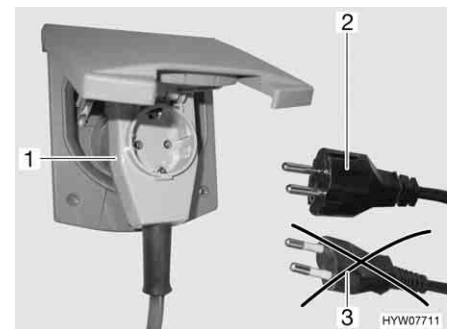

Bild 143 Anslutning till en vinkelkontakt med uttag
- ▶ Vid användning av en CEE 17-vinkelkontakt med uttag på baksidan (Bild 143,1) får endast en gummerad och förseglad IP 44-stickkontakt med skyddskontakt (Bild 143,2) användas. Använd inga stickkontakter utan skyddskontakt (Bild 143,3). Risk för strömstötar!